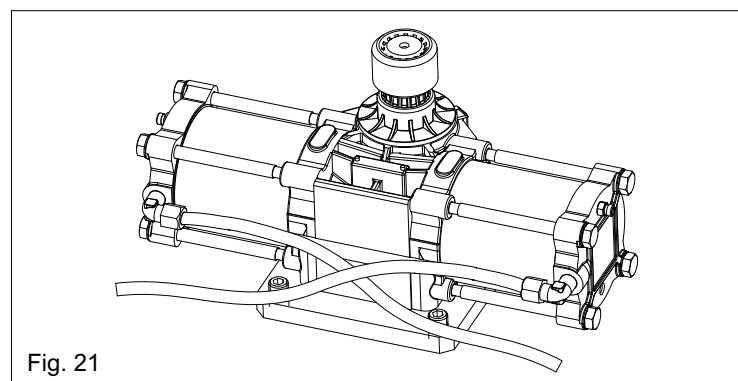
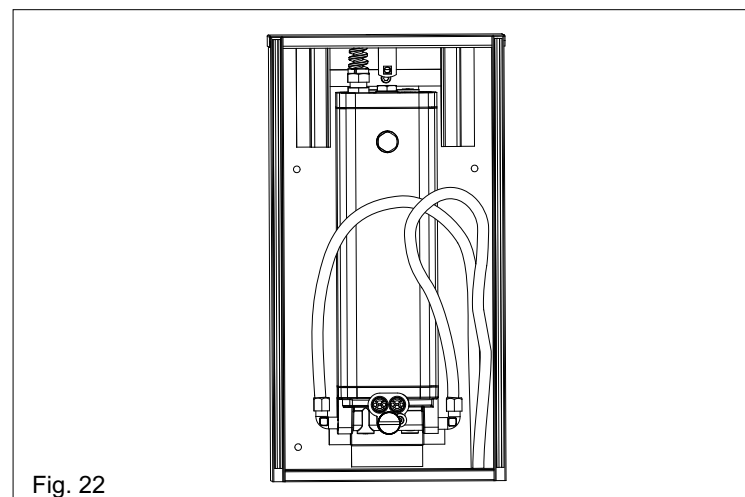
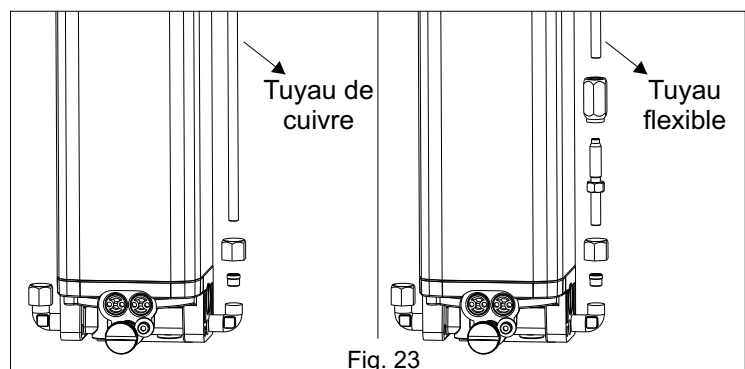

Fig. 21
Fig. 22
Fig. 23
5.1. Exécuter les raccords de tuyaux hydrauliques à l'unité et au vérin (Fig.21, Fig.22, Fig.23).
**12.2.** Exécuter les connexions de tuyaux hydrauliques à l'unité et au vérin (Fig.21, Fig.22, Fig.23).